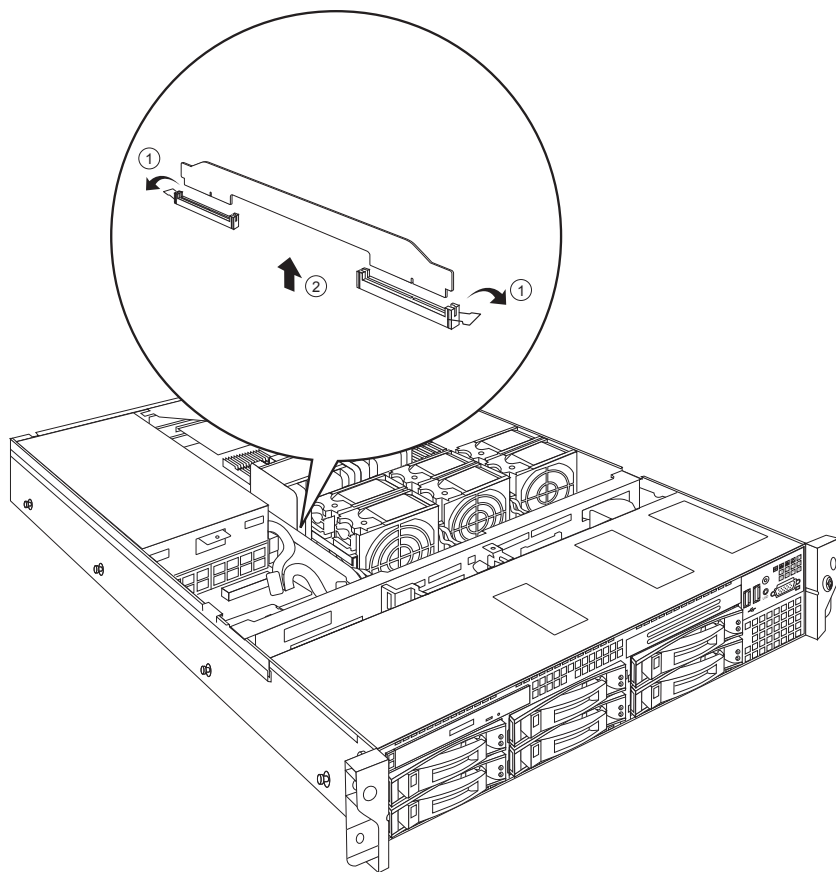

图 18 R525_35 服务器 桥板拆装示意图
2. 如图 18 中①所示，扳开桥板前后端的固定卡扣。
3. 如图 18 中②所示，向上提起桥板。